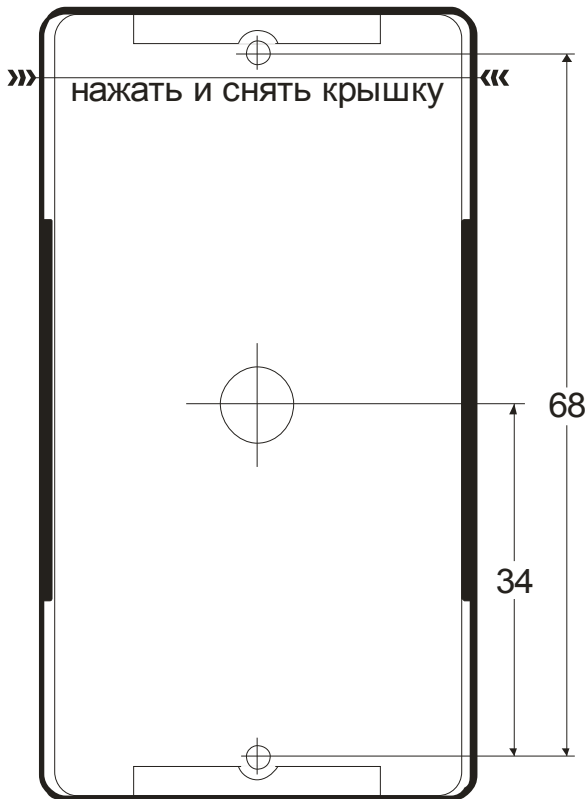

Рис. 1
- Просверлите два отверстия для крепления считывателя.(Рис. 1)
- Просверлите отверстие для кабеля. (Рис. 1)